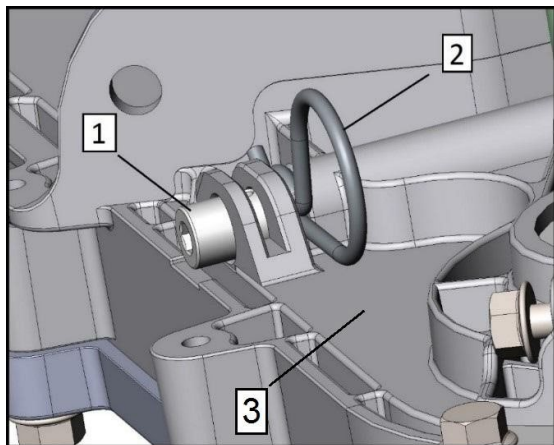

Fig.29
1. Sollevare la parte posteriore della motoslitta in modo che il cingolo non tocchi il suolo. Estrarre il perno di fissaggio (pos. 1, Fig. 29) dalla vite di regolazione (pos. 2, Fig. 29) sul retro dell'alloggiamento.